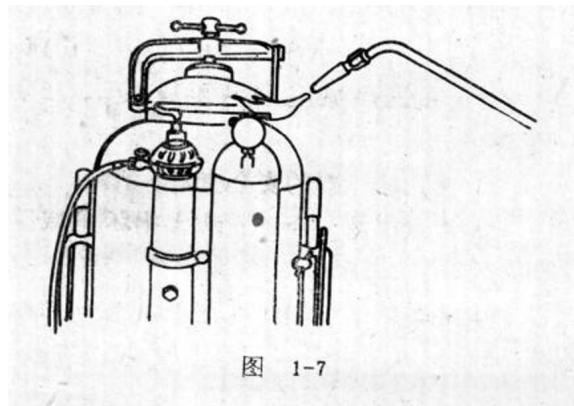

图 1-7
2) 检查乙炔发生器的密封性时，可涂刷肥皂水观察有无气泡产生，绝不可如图1-7所示用明火作试验。